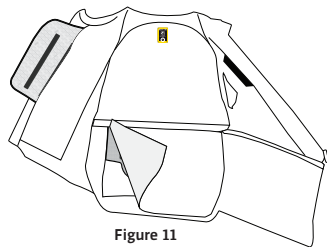

Figure 11
1. Accédez à l'ouverture dans la partie intérieure de la veste en ouvrant la fermeture éclair et les pièces auto-agrippantes (Figure 11).